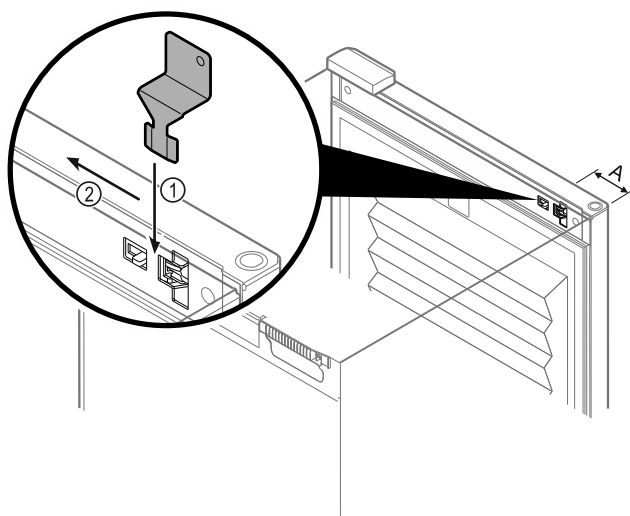

Fig. 164
- ▶ Noodontgrendelings sleutel in voorgeschreven positie positioneren Fig. 164 (A) ≈ 100mm.
- ▶ Noodontgrendelings sleutel tussen deur en apparaat er van boven helemaal insteken Fig. 164 (1).
- ▶ Noodontgrendelings sleutel richting scharnierzijde trekken Fig. 164 (2).